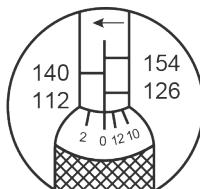

FIG1 112Nm
3. Заблокируйте фиксатор рукоятки, вращая фиксатор по часовой стрелке. Значение момента затяжки в данный момент установлено на значении 120 Nm, и ключ готов к использованию. См. Рисунок 1 и 2.